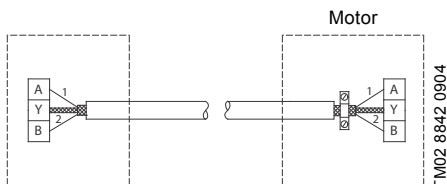

Fig. 22 Tilslutning med skærmet 2-lederkabel
- Hvis du har brugt et skærmet 2-leder-kabel i den eksisterende installation, skal kablet forbindes som vist på fig. 22.